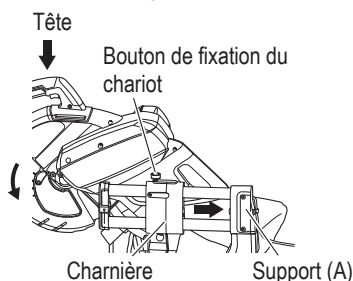

Fig. 49
Abaisser la tête et insérer la goupille de verrouillage (voir page 48 « 6. Libérer la goupille de verrouillage »). Vissez également le bouton de fixation du chariot de sorte que la charnière soit positionnée de manière à heurter le support (A) et à fixer la tête. (Fig. 49)